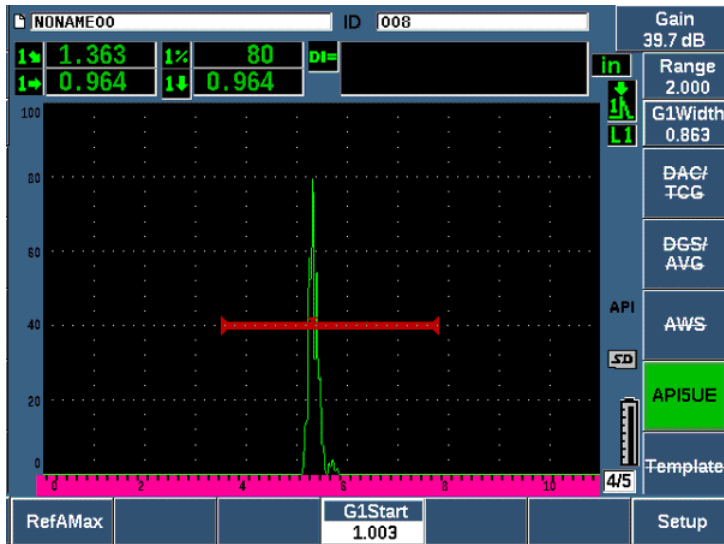

Figura 11-25 Registrazione del punto  $A_{max}$
- Premere **RifAMax** (P1) per registrare il punto  $A_{max}$  e in seguito premere nuovamente **RifAMax** per confermare (vedere Figura 11-25 a pagina 296).